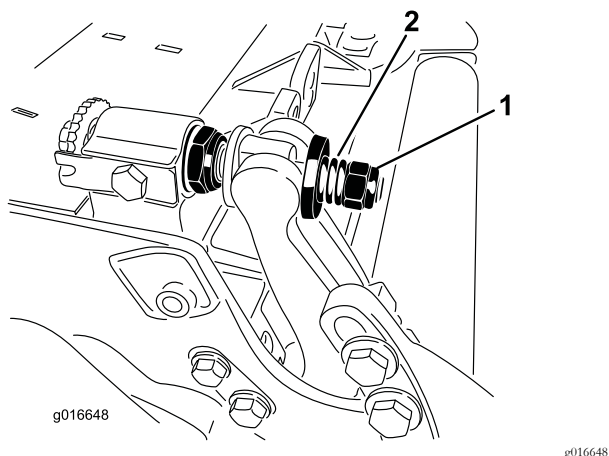

Figura 32
5. Apriete la tuerca de tensado del muelle hasta que el muelle esté comprimido del todo, luego aflójela $\frac{1}{2}$ vuelta (Figura 32).
- 11. Apriete la tuerca de cada ajustador de la barra de asiento hasta que el muelle de compresión esté comprimido del todo, luego afloje la tuerca 1/2 vuelta (Figura 32).